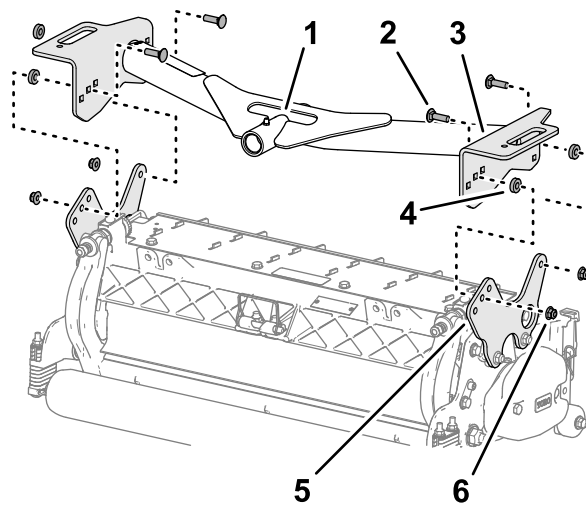

図 19
1. 前キャリアフレームのプレート穴を、カットティングユニットの取り付けプレートの穴に合わせる 図 19。
2. スペーサをキャリアプレートと取り付けプレートの間に合わせ 図 19、プレートとスペーサを仮止めするキャリッジボルト $\frac{3}{8}$ x 1 $\frac{1}{4}$ "、ワッシャ、フランジロックナット $\frac{3}{8}$ "を使用する。